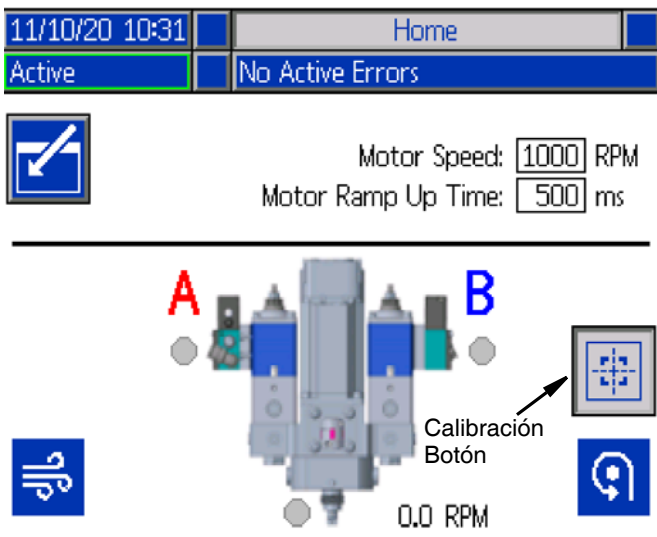

FIG. 37
1. Retire la cubierta del ADM (BP)
4. Verifique que el botón de calibración (el superior a la derecha) esté presionado, vea FIG. 37.